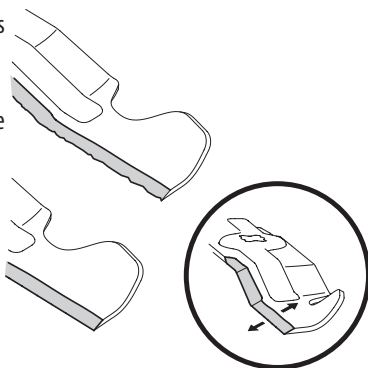

Figure 25
5. Pour aiguiser les lames, la même quantité de métal des deux extrémités des lames sur le côté tranchant. Aiguiser le bord tranchant sur toute sa longueur, parallèlement au bord arrière, soit à un angle de 25° à 30°. Voir Figure 25.